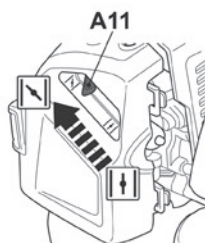

Fig. 34
- > Mueva el estrangulador (A11) hacia la izquierda a la posición  para cerrarlo (Fig. 34). Mueva el estrangulador a la posición  para arrancar en frío.